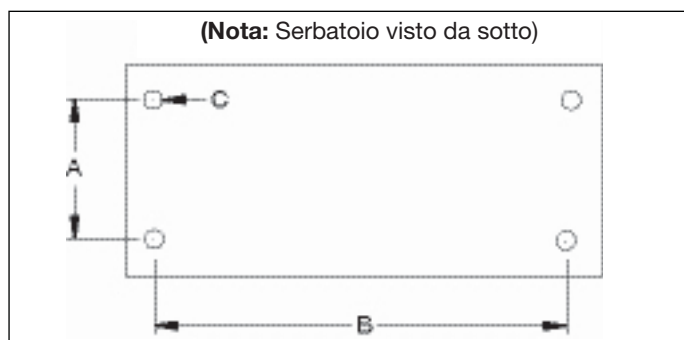

Figura 3, Dimensioni di montaggio
4.2 Montaggio della pompa (vedere figura 3)
Fare riferimento alla figura 3 per le dimensioni di montaggio per fissare la pompa ad una superficie fissa.